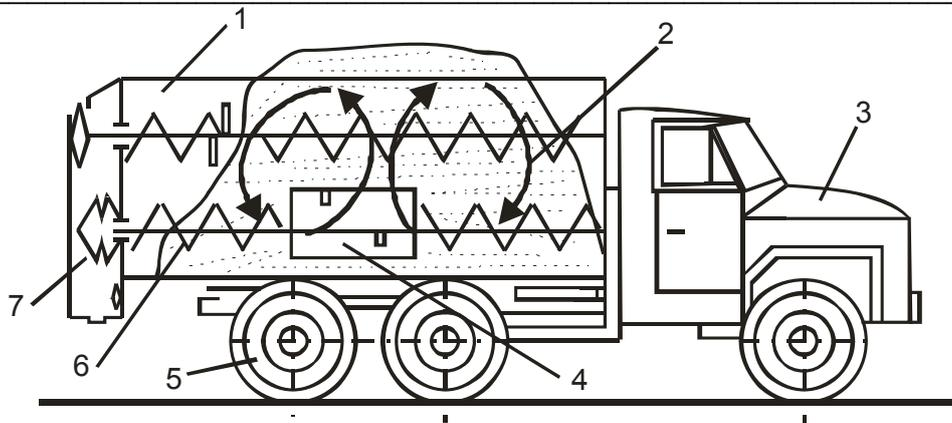

Рисунок 7.6- Автомобильный раздатчик-смеситель АРС-10:
**Автомобильный раздатчик-смеситель АРС-10** (рис.7.6) предназначен